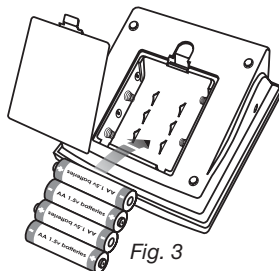

Fig. 3
b) Inserire le batterie (4 x tipo AA 1.5V), **rispettando la polarità indicata (Fig. 3)**, e richiudere il coperchio.